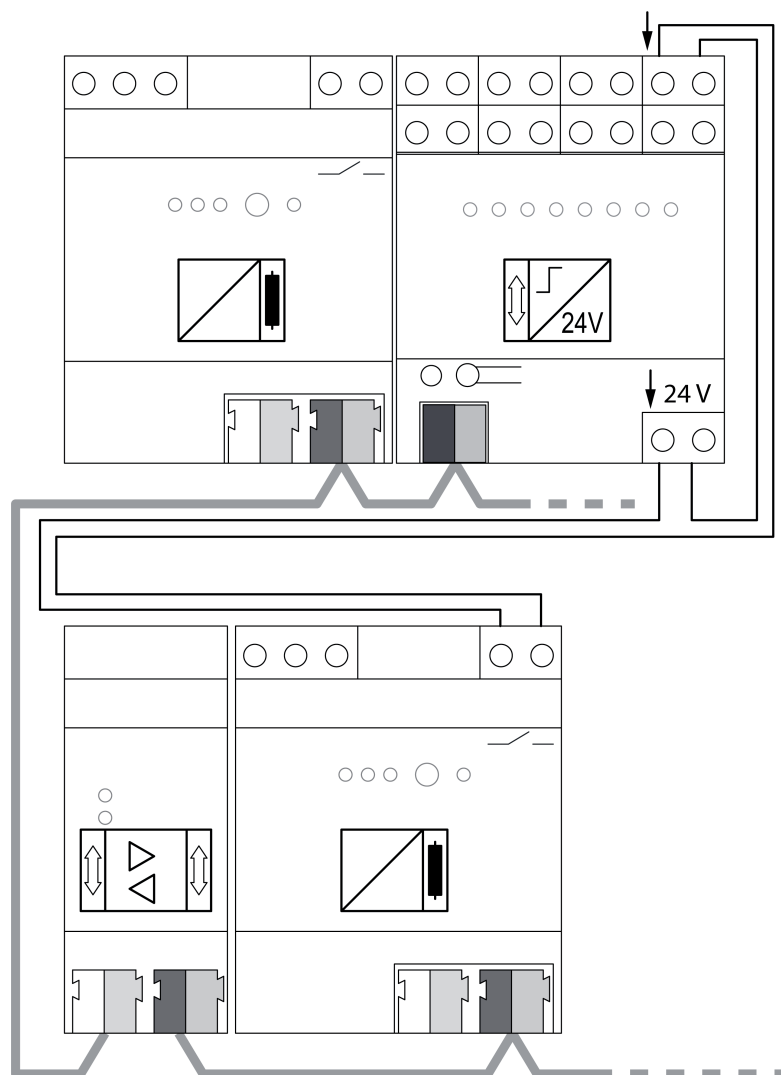

Рисунок 6: Пример подключения — дискретный вход KNX на главной линии для фиксации и дальнейшей передачи диагностических сообщений
- Подключить дискретный вход KNX в соответствии с примером подключения (рисунок 6).